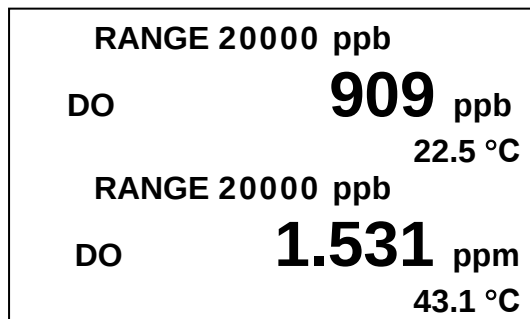

图 Figure 1.7
- 双通道(A 或 B) 测量模式屏幕显示如图 Figure 1.7;